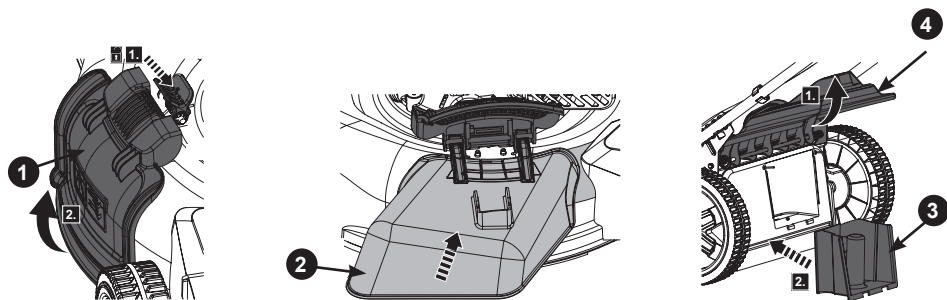

Рис. 11. Установка направляющей бокового выброса и заглушки для мульчирования
2. Для работы в режиме бокового выброса травы поднимите крышку бокового выброса 1 и установите направляющую бокового выброса 2 (Рис. 11), установите заглушку для мульчирования 3, предварительно подняв заднюю крышку деки 4 (Рис. 11).